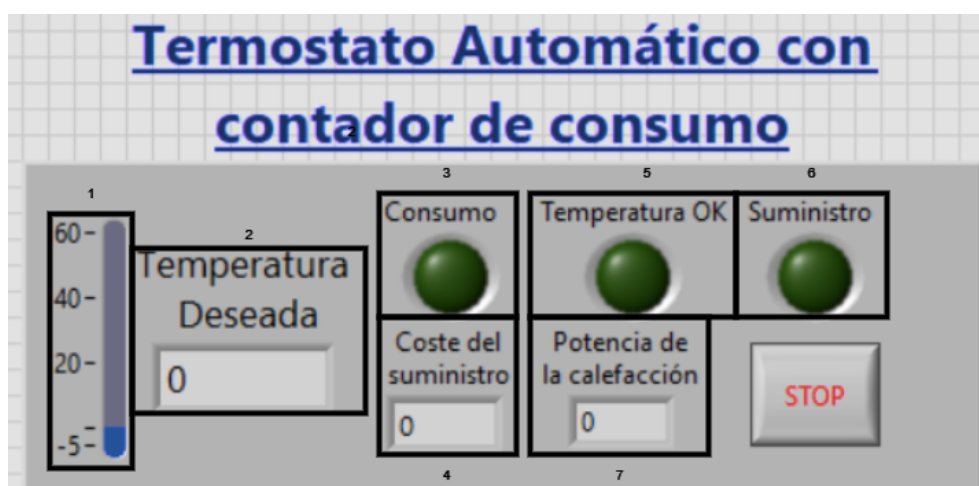

Figura 2: Panel de información de la aplicación Termostato automático con contador de consumo
En este panel, descrito de izquierda a derecha, tenemos diferentes elementos que permitirán al usuario interactuar con la aplicación. La barra vertical deslizante (1) la usaremos para seleccionar la temperatura que queramos en el ambiente. A su izquierda, tenemos el indicador de la temperatura que hemos seleccionado (2), así, el usuario podrá ver con precisión la temperatura elegida. El siguiente elemento es un indicador led (3) que indica si estamos consumiendo o no. El consumo que llevemos se irá acumulando en el contador que se encuentra bajo esta led (4). Los siguientes dos indicadores leds (Temperatura OK (5) y Suministro (6)) son dos indicadores de seguridad que muestran que la temperatura está dentro de un rango normal (el cual se entiende por un rango de 0 a 40 grados Celsius) y que se está suministrando el combustible para el sistema de calefacción. El indicador de potencia de calefacción (7) indica la potencia a la que está trabajando el sistema de calefacción. La potencia va de 0 a 3, donde 0 es estar apagado y 3 es la máxima potencia disponible. Por último, en este panel tenemos un botón de *stop* en caso de querer para el sistema. Todo esto se indica en la Figura 2.